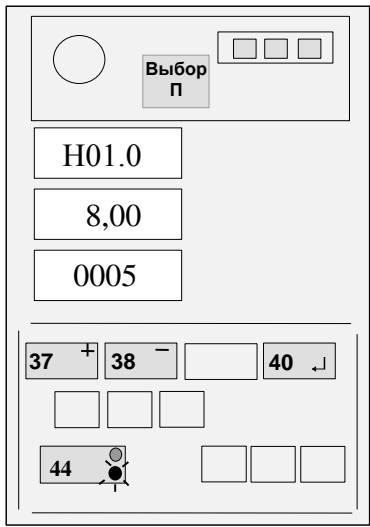

Рисунок 11
4.4.5.2 Нажимая кнопку 44, набрать на верхнем ИЖЦ код "H01.0" (см. рисунок 11).